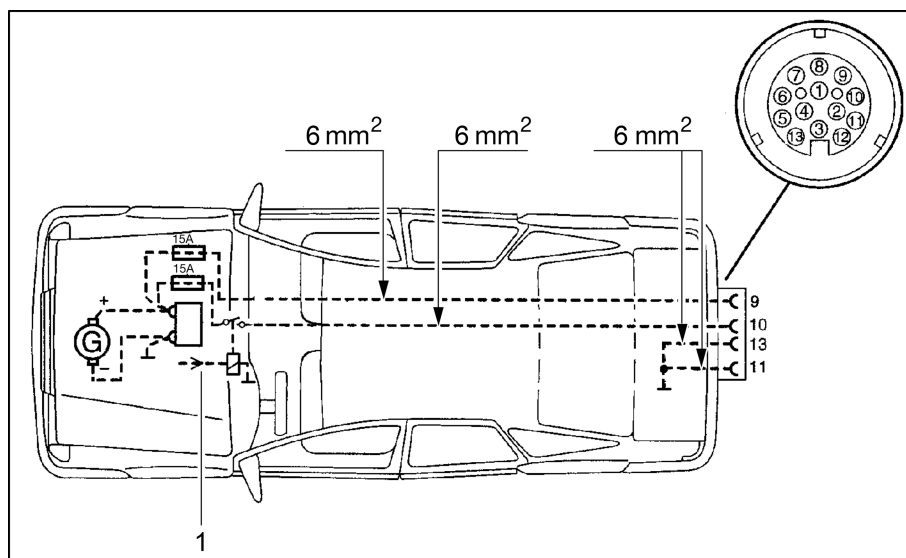

Fig. 98 Installation du véhicule tracteur
- ▷ Equiper le véhicule tracteur avec les sections de câble correspondantes et un relais pour l'alimentation électrique (commandée via l'allumage) (voir Fig. 98).